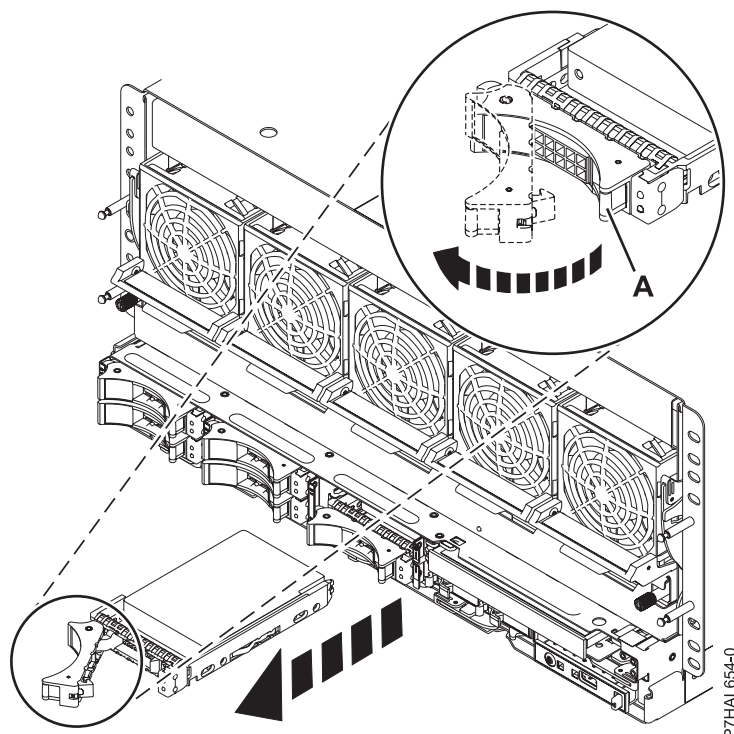

Figura 24. Extracció d'una unitat de disc del sistema
1. Desbloqueu la nansa de la unitat fent pressió i estirant-la cap a vosaltres, tal com es mostra a la Figura 24 a la pàgina 37.